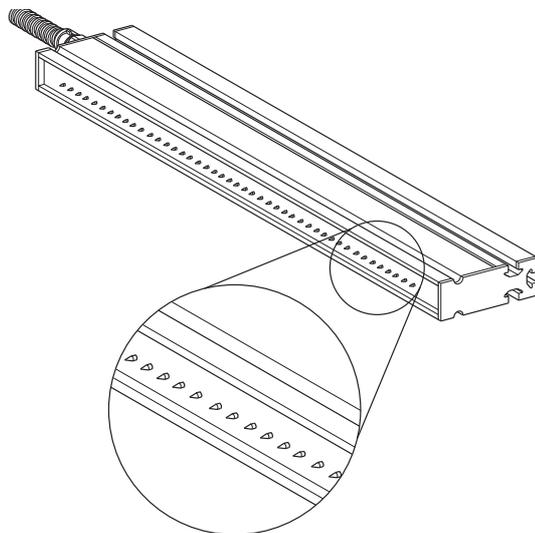

Abb. 11:
- Greifen Sie nicht an die Emissionsspitzen der Aufladeelektrode (siehe Abb. 11) - Verletzungsgefahr!